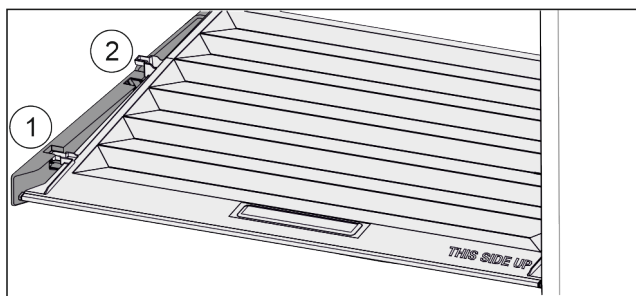

Fig. 150
- ▶ Pokrywę pociągnąć do przodu Fig. 150 (1), aż otworzy się w elementach trzymających.
- ▶ Podnieść tył od dołu i w wyjąć Fig. 150 (2) go do góry.